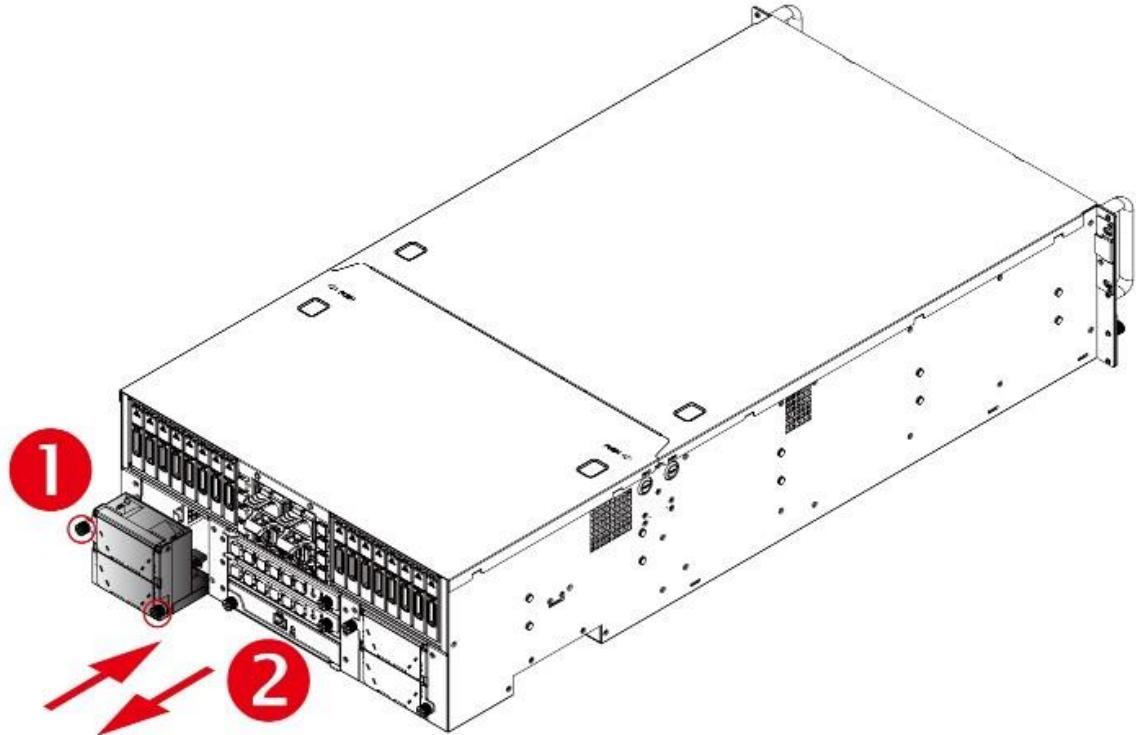

Рисунок 107 - Демонтаж и монтаж модуля вентилятора
- 2) Потянуть модуль из лотка вентилятора аккуратно и твердо, пока она не выйдет из шасси корпуса (см. Рисунок 107).